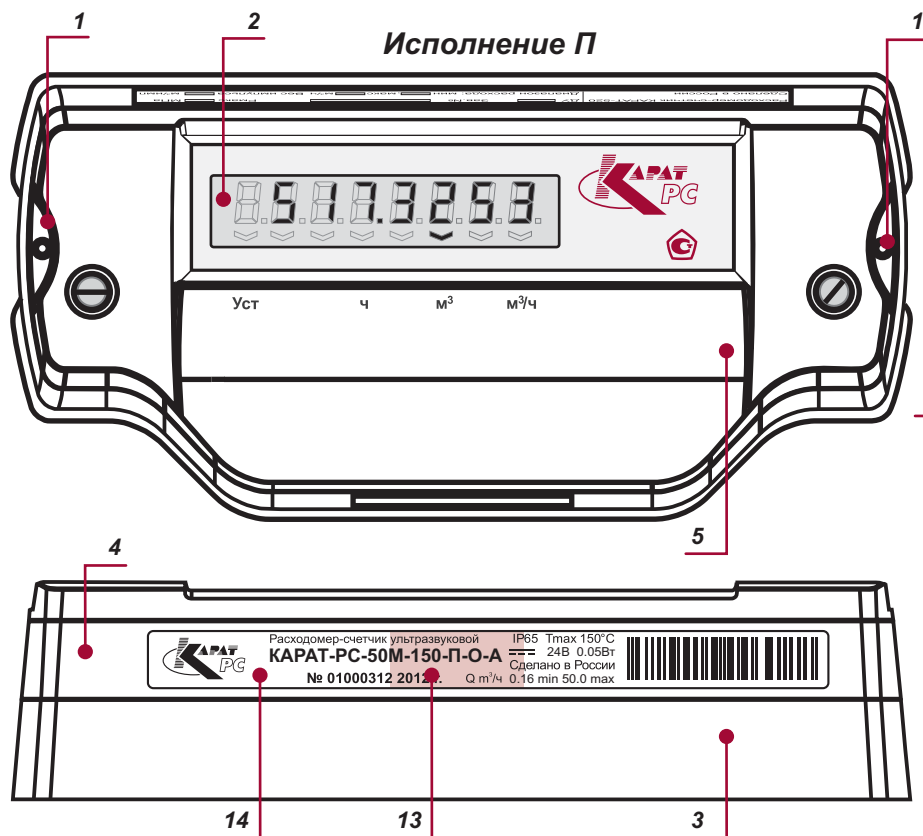

Рисунок 1.6 – Устройство электронного блока
Электронный блок расходомера, рисунок 1.6, выпускается в двух исполнениях: без индикации, с индикацией.
- при запущенном в эксплуатацию приборе путем **длительного** (не менее 3-х секунд) **приложения магнитного ключа** к выделенному полю на шильдике расходомера (позиция **13**, рис. 1.6), за которым располагается геркон;
- при снятой крышке корпуса электронного блока расходомера путем длительного (не менее 3-х секунд) нажатия кнопки просмотра параметров настройки (позиция **9**, рис. 1.6).